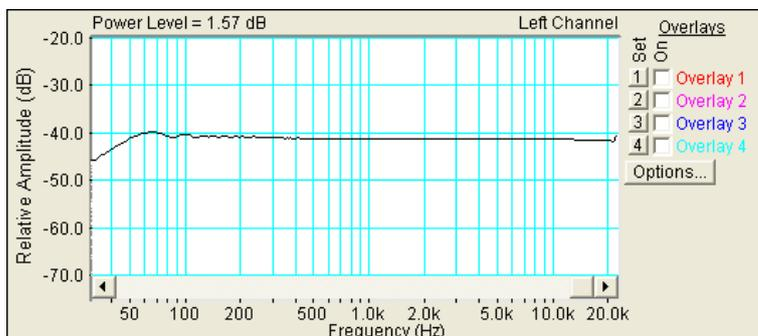

Рис. 4.6. АЧХ усилителя ограничителя при максимальном входном сигнале
В программе SL амплитудно частотная характеристика может измеряться с помощью розового и белого шума, а также с помощью скользящего тона (рис.4.6.). АЧХ
- Нажмите кнопку **Run**. По этой команде на дисплее начнет появляться график АЧХ. Через 30-40 с, когда график перестанет видоизменяться, нажмите кнопку **Stop**. Сохраните график (рис.4.6.).